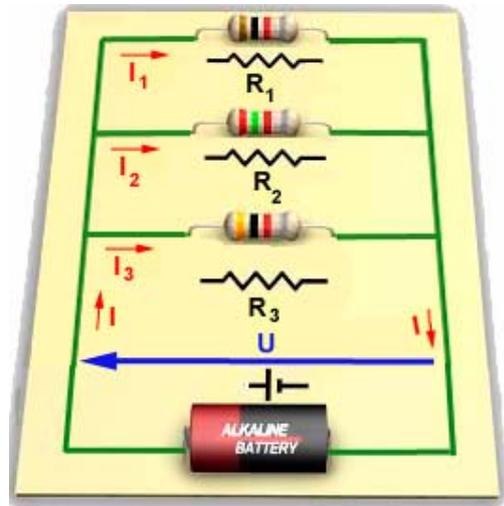

Figura 10 – Exemplo de associação em paralelo de resistores.
O circuito ilustrado na figura 10 apresenta uma *associação em paralelo* de resistores.
Verifica-se pela análise da figura 10 que, na associação paralelo, a tensão aplicada a todos os resistores é a mesma e igual a da fonte.
- 1) Calcule a resistência equivalente do circuito da figura 10, sabendo-se que  $R_1 = 1 \text{ k}\Omega$ ,  $R_2 = 2,5 \text{ k}\Omega$  e  $R_3 = 3 \text{ k}\Omega$ .
- 2) Sabendo-se que a tensão da fonte do circuito da figura 10 é igual a 13 V, calcule a corrente e a tensão em cada resistor.